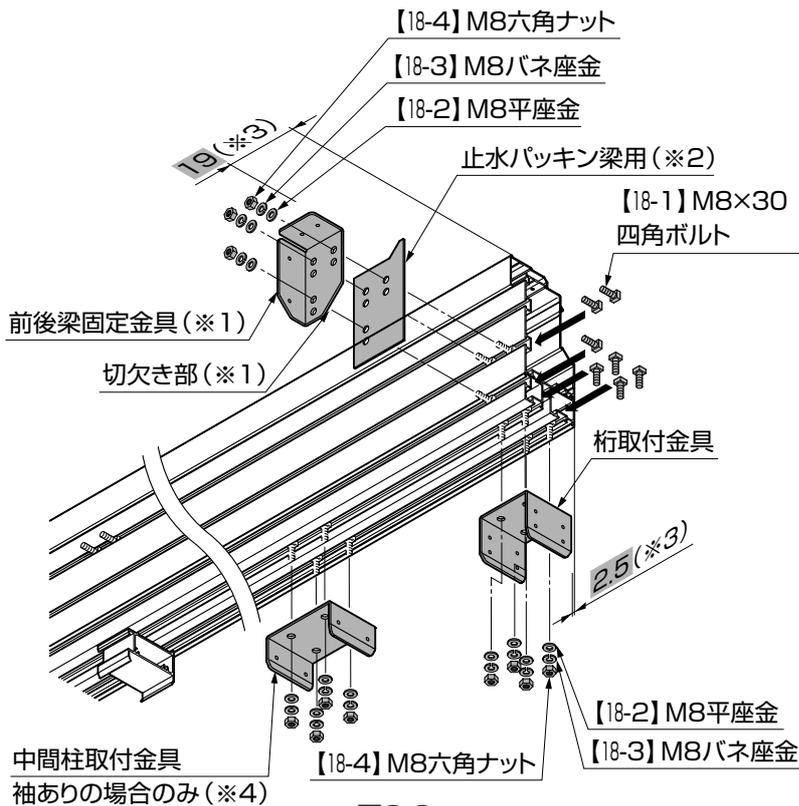

図8-6
- ② 桁側面の溝に【18-1】をスライドしながら入れ、止水パッキン梁用を貼り、【18-2】、【18-3】、【18-4】で前後梁固定金具を固定してください。(図8-6参照)
- ③ 桁底面の溝に【18-1】をスライドしながら入れ、【18-2】、【18-3】、【18-4】で桁取付金具を固定してください。